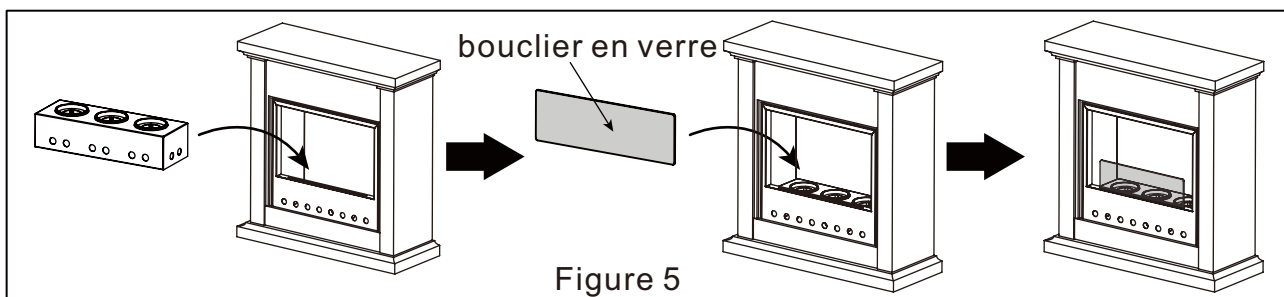

Figure 5
(2). Placez le foyer au centre de la partie inférieure du corps de la cheminée, puis insérez la vitre dans la rainure avec précaution et délicatesse, en veillant à ce qu'elle se tienne bien droite (voir figure 5).